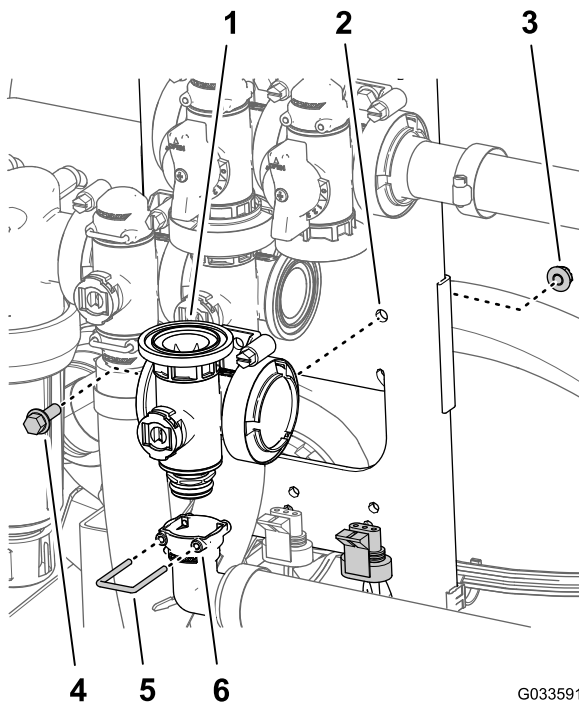

図 115
5. 90° 出口フィッティングのソケットを、マスターブームバルブ用のマニホールドの底部にあるカップリングのフィッティングに取り付ける 図 115。
6. 出口フィッティングのソケットにリテーナを入れて出口フィッティングのカップリングを固定する 図 115。